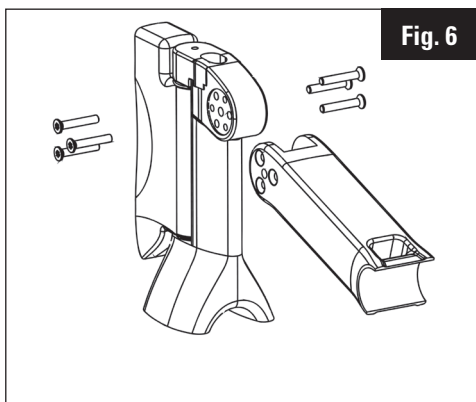

Fig. 6
5. Appliquez une légère pression sur les cônes pour qu'ils restent en position dans la fourche (Fig. 6).